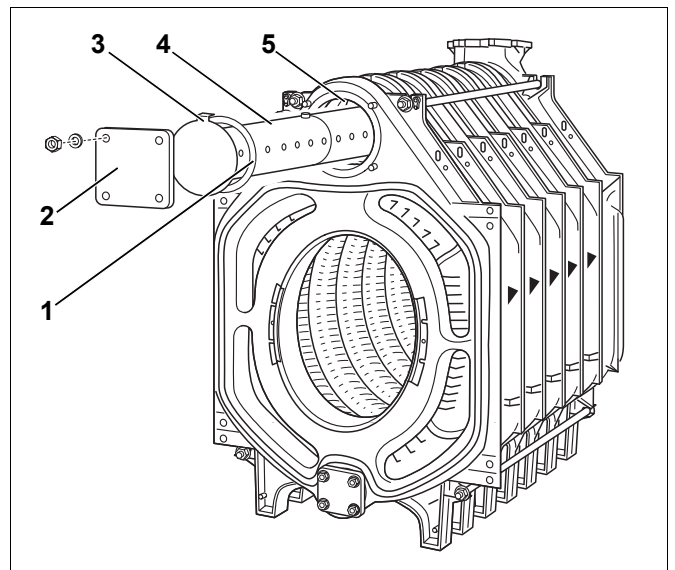

Bild 24 Einspeiserohr montieren
Das Einspeiserohr (Bild 24, **Pos. 4**) ist bei Kesseln mit 10–12 Kesselgliedern 2-teilig.
- Flachdichtung über das Einspeiserohr schieben (Bild 24, **Pos. 1**).
- Mit Blindflansch (Bild 24, **Pos. 2**) verschließen.
- Achten Sie darauf, dass der Nocken (Bild 24, **Pos. 3**) am Abschlussblech des Einspeiserohres sich in die Aussparung in der oberen Kesselnabe setzt (Bild 24, **Pos. 5**).